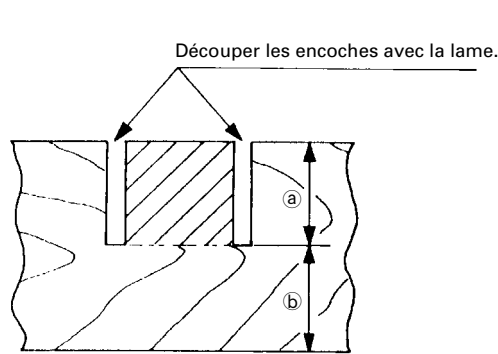

Fig. 37
Les encoches dans les pièces se découpent comme indiqué à la Fig. 37 en réglant le boulon de réglage de la profondeur de 8 mm.
- (1) Desserrer l'écrou à oreilles de 8 mm et tourner le boulon de réglage de la profondeur de 8 mm à la main.
- (2) Régler la profondeur de coupe voulue en réglant la distance entre la lame et la surface du socle (voir ① à la Fig. 37).
- (3) Quand le réglage est terminé, bien resserrer l'écrou à oreilles de 8 mm.